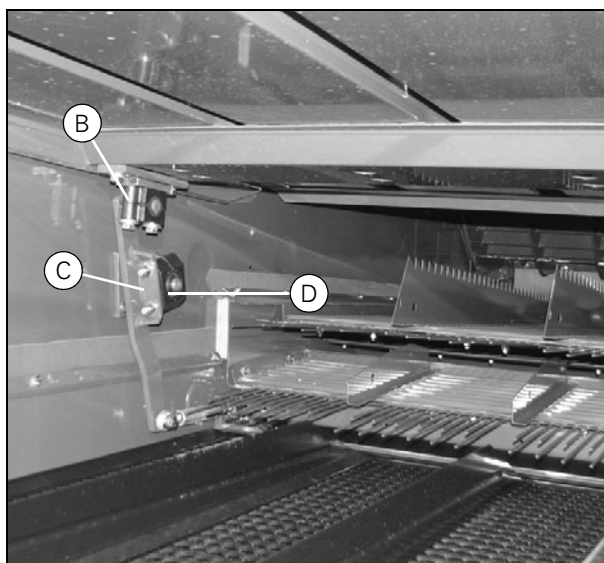

Рисунок 16
- Не забудьте установить прокладку между кронштейном подшипника и второй скатной доской на переднем поворотном рычаге (B) (Рис. 16).